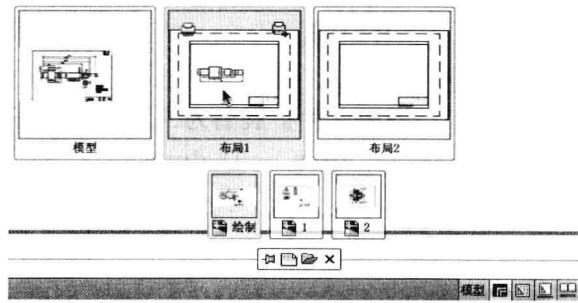

图 1-3-8
(3) 将光标移至某个图形文件中包含的布局缩略图上时，布局缩略图会放大显示，如图1-3-8所示。